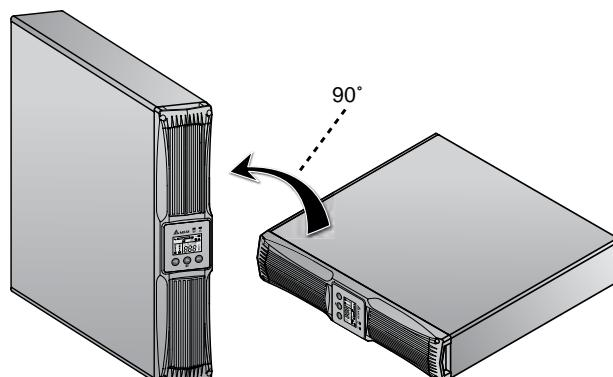

Рис. 3-9. Поставьте ИБП вертикально
- 5 Осторожно поверните ИБП и поставьте его в вертикальное положение. При этом логотип Delta должен быть обращен к вам. См. Рис. 3-9.